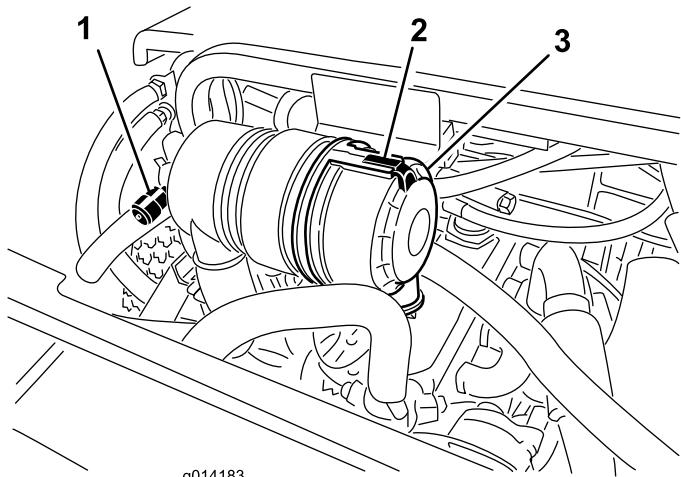

Figura 32
Effettuate la manutenzione del filtro dell'aria quando l'indicatore (Figura 32) lo richiede. Sostituendo il filtro dell'aria prima del necessario si aumenta il rischio che la morschia penetri nel motore quando si toglie il filtro.
1. Liberate il fermo che fissa il coperchio del filtro dell'aria al relativo corpo (Figura 32).